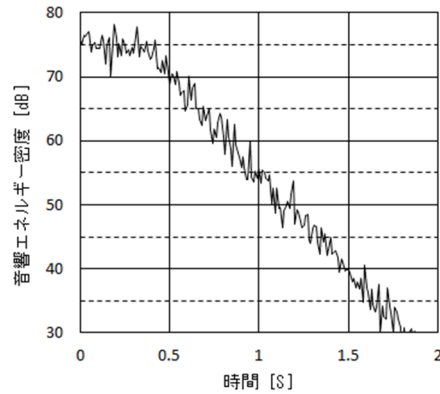

図3-1-2
- (1) 残響時間を測定するために、室内の音圧レベルを測定しながら、ある時刻に音源 P を停止したところ、図3-1-2の結果となった。この室の残響時間を解答せよ。単位を併せて示すこと。
- (2) 音源 P 停止後の音響エネルギー密度 E の時間変化が室内の吸音と釣り合うと仮定し、次の記号を用いてその関係を数式で表現せよ。 c :音速, V :空間の体積, S :空間の表面積, α :平均吸音率。なお、壁面はコンクリートに石膏ボード貼り、床は長尺タイル仕上げであり、吸音率は極めて小さい。
- (3) この式から残響式を導出して、平均吸音率 α を算出せよ。このとき、 $c=340\text{m/s}$, $V=128\text{m}^3$, $S=160\text{m}^2$, $\log_e 10^{-6} = -13.8$ とする。